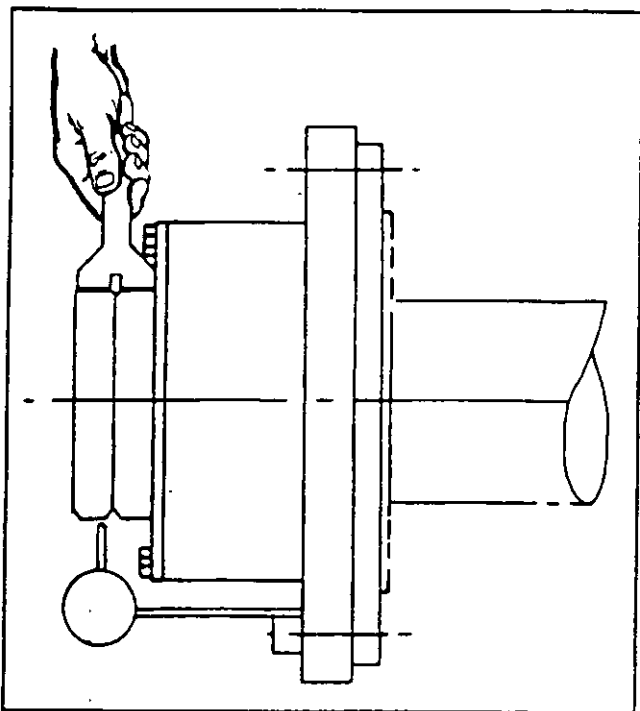

FIG. 22. MEDICION DEL ALINEAMIENTO AXIAL DEL COPE ENGRANADO CON UN MEDIDOR. E-32864-S
3. Revise el alineamiento axial del cople engranado con el indicador (vea HERRAMIENTAS ESPECIALES) a la dimensión de 1.00/1.25 pulg. como se muestra en la Fig. 22. Ajuste la posición axial del compresor de aire si es necesario.